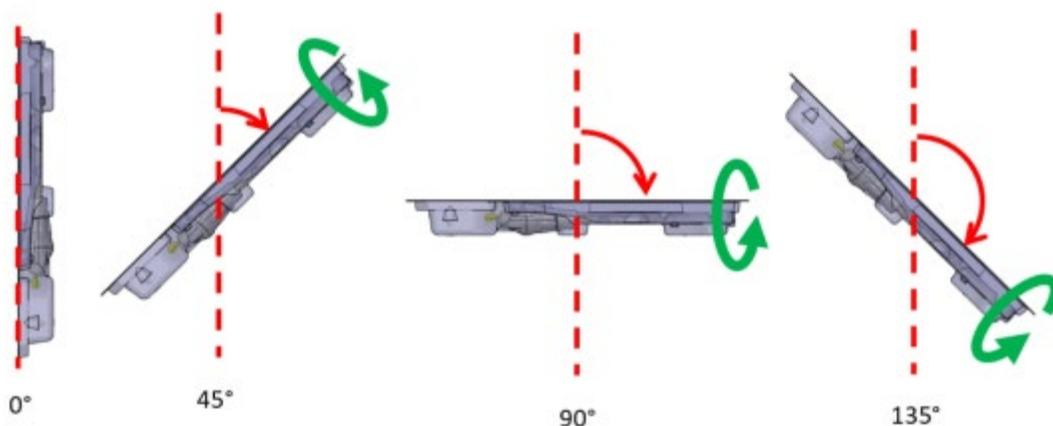

Figura 9: Procedimiento recomendado para purgar el aire del aplicador de ultrasonidos
- b. Mientras la operación de purga esté en marcha, sujete la UA en su envase; tenga cuidado de no tocar el mango de la UA para mantenerla estéril. Incline el paquete hacia arriba en la posición de 0°, luego inclínelo aproximadamente a 45°, luego a 90° y a 135°. En cada ángulo, gire lentamente el paquete aproximadamente 360° (figura 9).